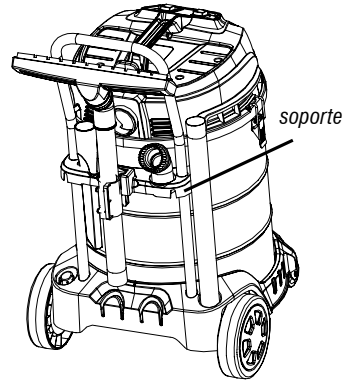

Fig. 12 – Espacio para guardar los accesorios
- El aspirador dispone de un espacio para guardar los tubos de extensión y las boquillas (fig. 12).